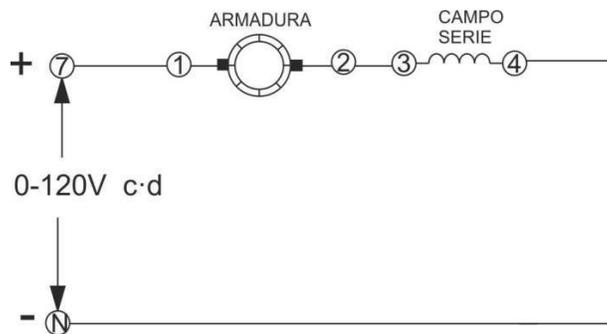
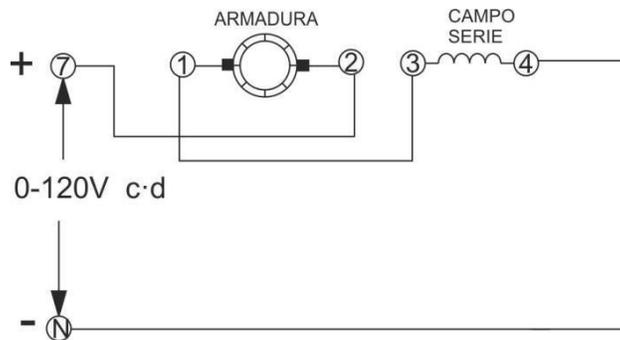

Figura 5
Figura 6
11. Con los módulos EMS de Fuente de Energía, de medición de c-d y del Motor/Generador de c-d, conecte el circuito ilustrado en la figura 5. Observe que la armadura está conectada en serie con el devanado de campo en serie, a través del voltaje de entrada.
15. Vuelva a conectar el circuito de la figura 6. (el único cambio hecho en relación con el circuito de la figura 5, es que las conexiones a la armadura quedaron invertidas).
16. Repita los procedimientos 12 al 14 (con las conexiones de la armadura invertidas que se indican en la figura 6).